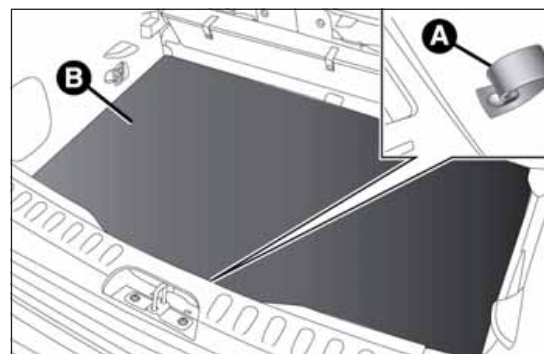

Abb. 96
- Die Lasche A Abb. 96 ziehen und die Bodenverkleidung B nach oben anheben;